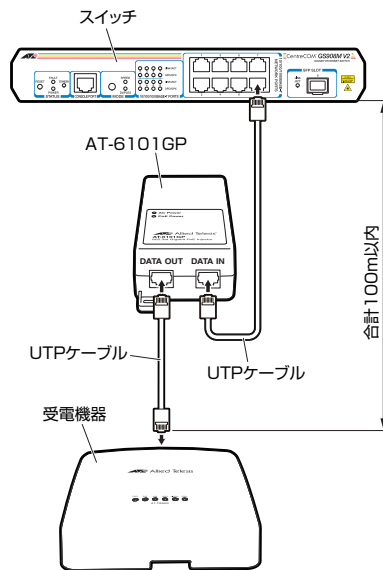

図6 UTPケーブルの接続
1. 本製品のDATA INポートとスイッチをUTPケーブルで接続します(図6参照)。